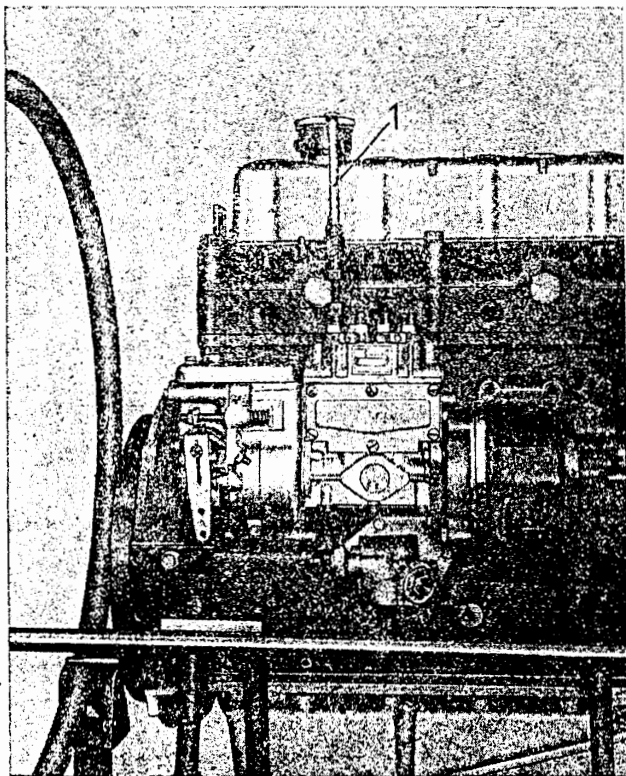

Bild M 134. Förderbeginn einstellen
1. Einspritzleitung des 1. Zylinders am Druckstutzen der Einspritzpumpe abschrauben und das Kapillarröhrchen festschrauben (Bild M 134).